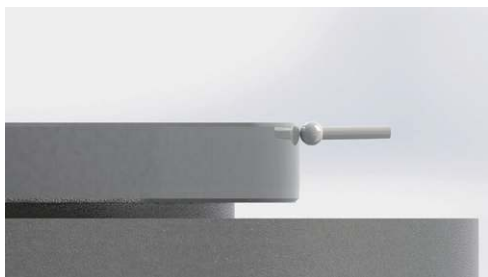

图 2
- 4.将电感仪或千分表的球面测头与金属光栅的外径立面接触测量，旋转电机轴，观察电感仪或千分表读数变化，监测金属光栅侧立面径向跳动；如图2所示；